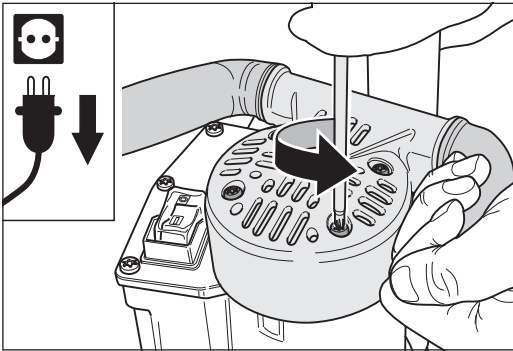
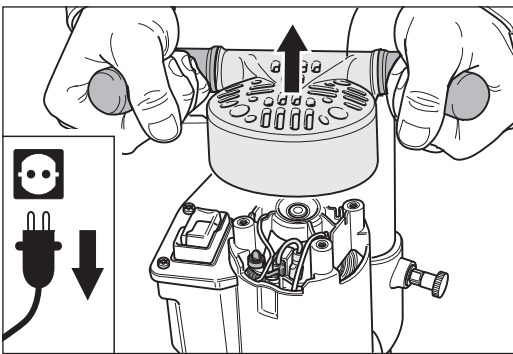

Abb. 52 Die vier Befestigungsschrauben des Griffstücks entfernen.
Abb. 53 Das Griffstück abnehmen. **Darauf achten, dass keine Teile in den Motor fallen!**
- 2 Entfernen Sie die vier Befestigungsschrauben des Griffstücks (Abb. 52) und nehmen Sie dieses vom Motorgehäuse ab (Abb. 53). **Achten Sie darauf, dass keine Teile in den Motor fallen!**